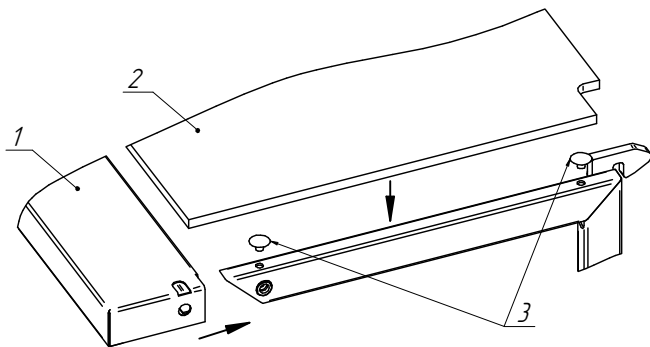

Рисунок 3
7. Установить стойки на витрину закрепив винтами М6х16 (1). Для более удобной установки стоек ослабить крепление держателя стекла (4) показанном на рисунке 1. После установки стоек крепления держателя затянуть.
9. Установить фонарь (1) на стойки. В отверстия в верхней части стойки установить присоски прозрачные (н.№20922) (3). После установки присосок уложить на стойки стекло верхнее (2). (См. рисунок 3).